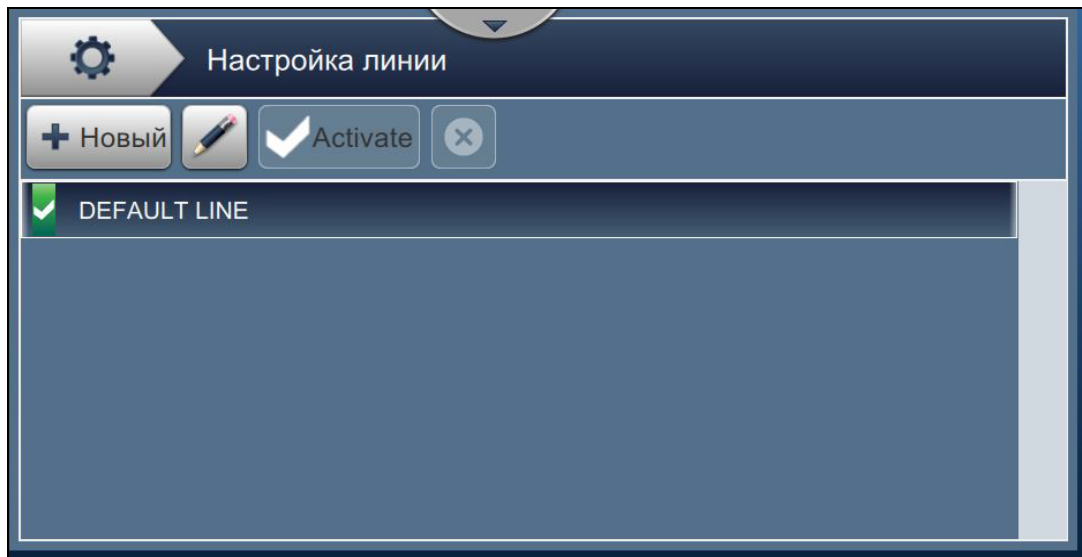

Рис. 6-27: Экран «Наладка линии»
2. Нажмите кнопку  на экране «Наладка линии», чтобы создать наладку линии, как показано на Рис. 6-27. Откроется экран «Имя наладки линии» с клавиатурой.